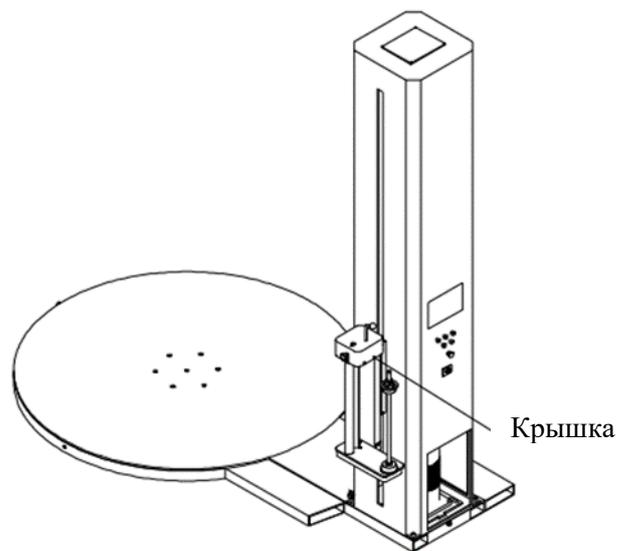

Рис.13
5. См. Рис. 13. После того, как будут подключены все провода, зафиксируйте крышку с помощью 4 шт. винтов М6.